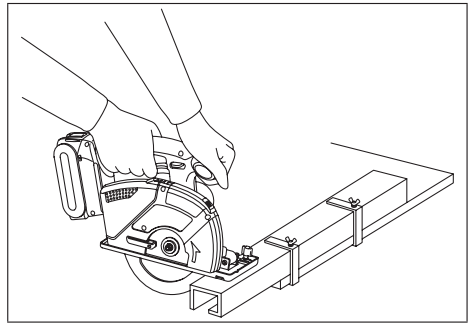

Abb. 14
- Abbildung 14 zeigt die korrekte Stellung zum Schneiden.